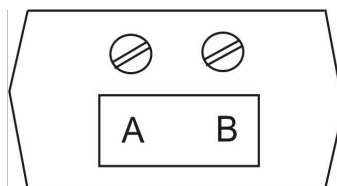

Рисунок 6.1 – Одноименные контакты колодки АМ-01
6.3.2 Для подключения необходимого количества (но не более 3) теплосчетчиков ТС.ТМК-Н, счетчиков-расходомеров КСР и т.п. устройств, необходимо соединить одноименные контакты сетевого интерфейса А и В каждого из них, и присоединив их к одноименным контактам колодки АМ-01 (См. рисунок 6.1).